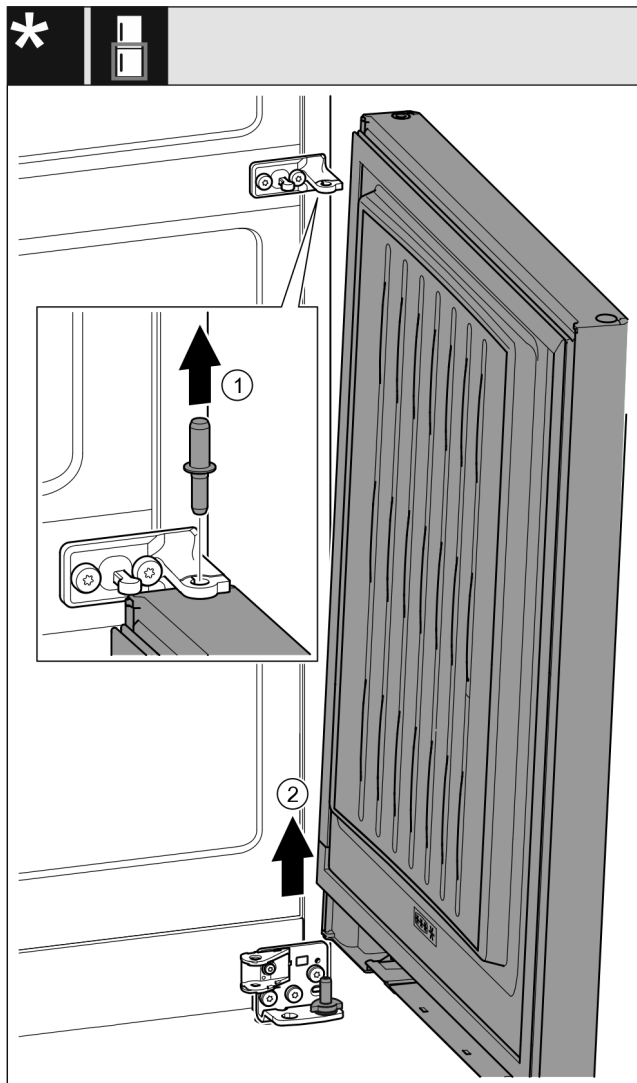

Fig. 30 Z blažilnikom za zapiranje vrat*
- ▶ Izvlecite sornike Fig. 30 (1) v smeri navzgor.*
- ▶ Vrata Fig. 30 (2) obrnite navzven, jih povlecite navzgor in postavite na stran.*